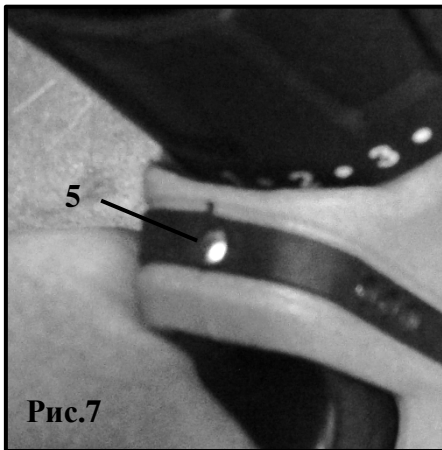

Рис.7
Рис.7а
Шуруповёрт оборудован LED подсветкой (5) (рис.7). Включение подсветки осуществляется при нажатии на клавишу выключателя шуруповёрта и продолжает освещать рабочее место в процессе выполнения работы (рис.7а). При отпускании клавиши выключателя индикатор подсветки гаснет.